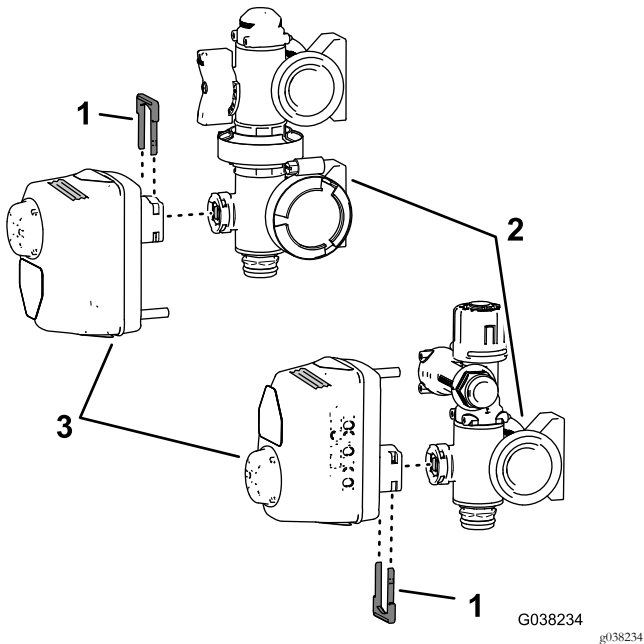

Figura 52
- Retire la horquilla de retención que sujeta el actuador a la válvula, y separe el actuador de la válvula (Figura 52).